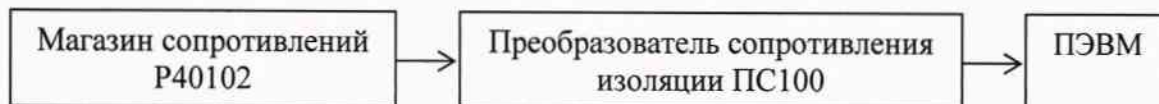

Рис. 1
4.4.3 Для определения и контроля допускаемой приведенной погрешности собрать схему в соответствии с рис. 1.